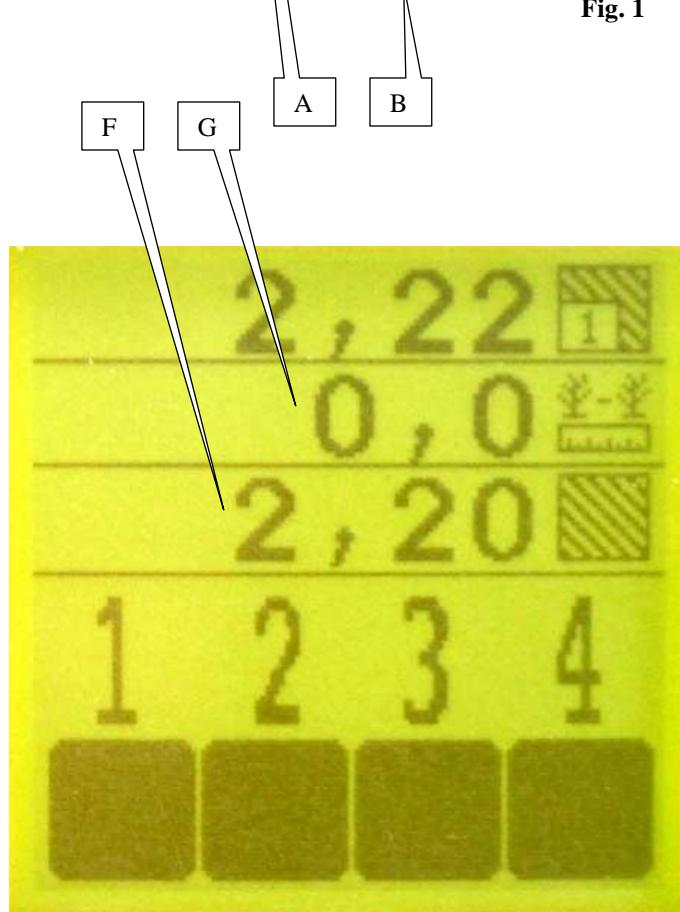

Fig. 2
Example in Fig. 2:
Beispiel Abb. 2:
Voorbeeld Fig. 2 :
Ejemplo Fig. 2:
Esempio (Fig. 2):
Appuyer sur les touches ou pour faire défiler les lignes et ainsi visualiser les lignes cachées (Fig. 2).
- F : compteur de surface total (Fig. 2)
- G : distance moyenne entre graines (Fig. 2)
Press the or keys to scroll through the lines and so view the hidden lines (Fig. 2).
- F: total surface area meter (Fig. 2)
- G: average distance between grains (Fig. 2)
Auf die Taste  oder  drücken, um in den Zeilen zu blättern und die verdeckten Zeilen anzuzeigen (Abb. 2).
- F: Gesamtflächenzähler (Abb. 2)
- G: Durchschnittlicher Abstand zwischen den Körnern (Abb. 2)
Druk op de toetsen  of  om die regels te zien en zo de verborgen regels te bekijken (Fig. 2).
- F: totale oppervlaktemeter (Fig. 2)
- G: gemiddelde afstand tussen de zaden (Fig. 2)
Pulsar  o  para que aparezcan las líneas y ver así las líneas ocultas (Fig. 2).
- F: contador de superficie total (Fig. 2)
- G: distancia media entre granos (Fig. 2)
Premere il tasto  o  per fare scorrere le file e far apparire dunque le file nascoste (Fig. 2).
- F: contatore di superficie totale (Fig. 2)
- G: distanza media tra i semi (Fig. 2)